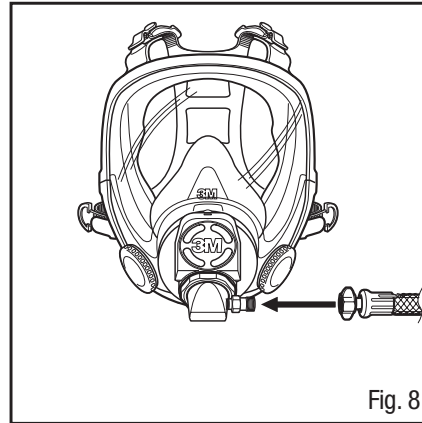

Fig. 8
2. Conecte el Tubo de respiración 3M™ W-3188 al adaptador (Fig. 8).
3. Conecte el Tubo de respiración 3M™ W-3188 a la válvula reguladora de aire (Fig. 8).